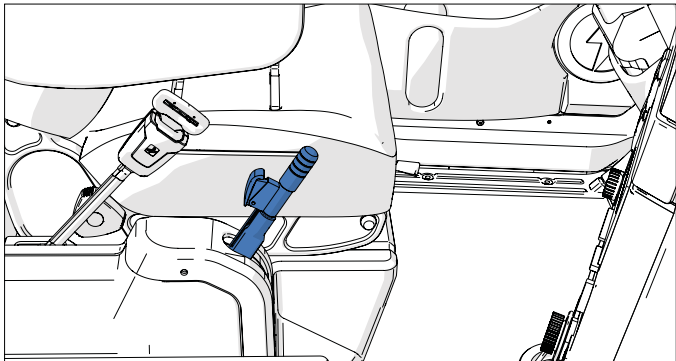

Figure 4 -- Levier du frein de stationnement
- Relevez le levier situé à droite du siège (Figure 4)